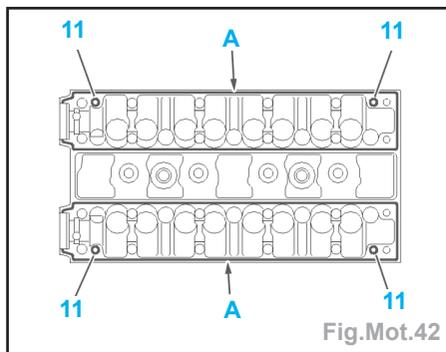
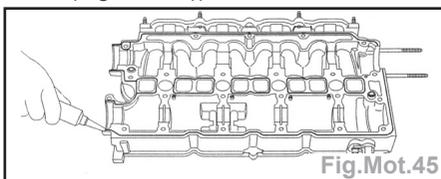

Fig.Mot.42
Fig.Mot.45
- Vérifier la présence des goupilles (11) (Fig.Mot.42).
- Positionner l'arbre à cames équipé de la cible du capteur (4) côté échappement.
- Vérifier la présence des goupilles (11) (moteur 2,0 : (Fig.Mot.42) et moteur 2,0 HPI (Fig.Mot.45)).